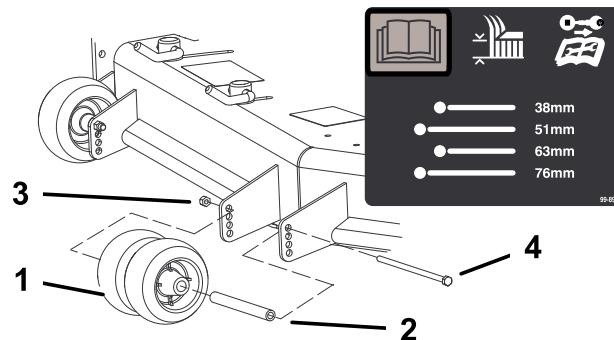
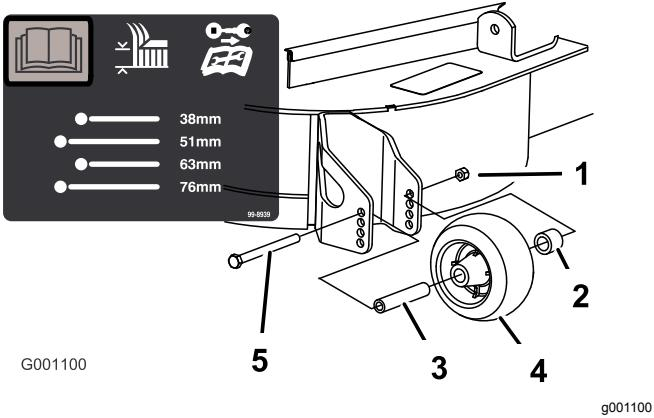

Bild 32
Bild 33
3. Nach dem Einstellen der Schnitthöhe sollten Sie die Rollen einstellen. Nehmen Sie die Bundmutter, die Büchse, das Distanzstück und die Schraube ab (Bild 31, Bild 32 und Bild 33).
Hinweis: Die beiden mittleren Rollen haben kein Distanzstück (Bild 32).
5. Setzen Sie die Bundmutter, die Büchse, das Distanzstück und die Schraube ein. Ziehen Sie die Schraube mit 54-61 N·m an (Bild 31, Bild 32 und Bild 33).